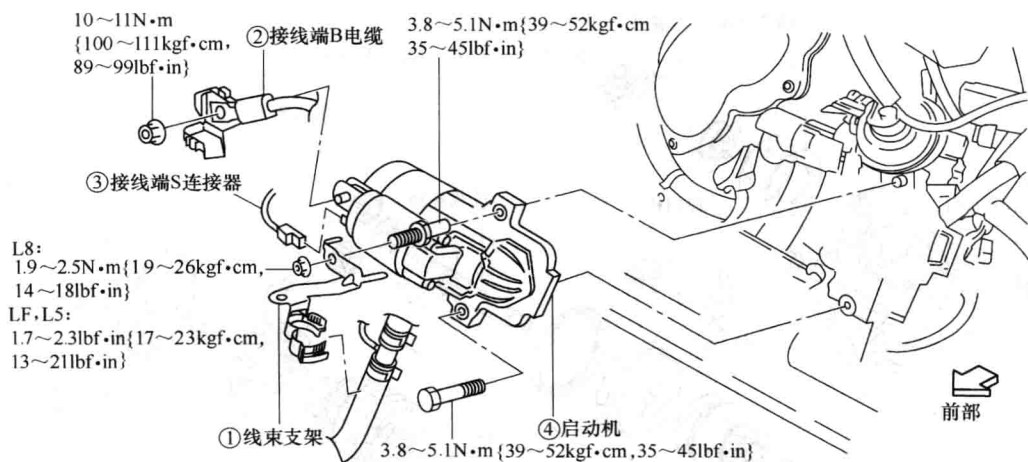

图 2-2 启动机的拆卸和安装
- ① 断开蓄电池负极。
- ② 拆下发动机罩盖。
- ③ 卸下空气滤清器、空气软管和清新空气导管组件。
- ④ 拆下冷却液储液罐。
- ⑤ 拆下歧管绝对压力 (MAP) 传感器。
- ⑥ 按照图 2-2 所示数字顺序进行拆卸。
⑦ 按与拆卸时相反的顺序进行安装。